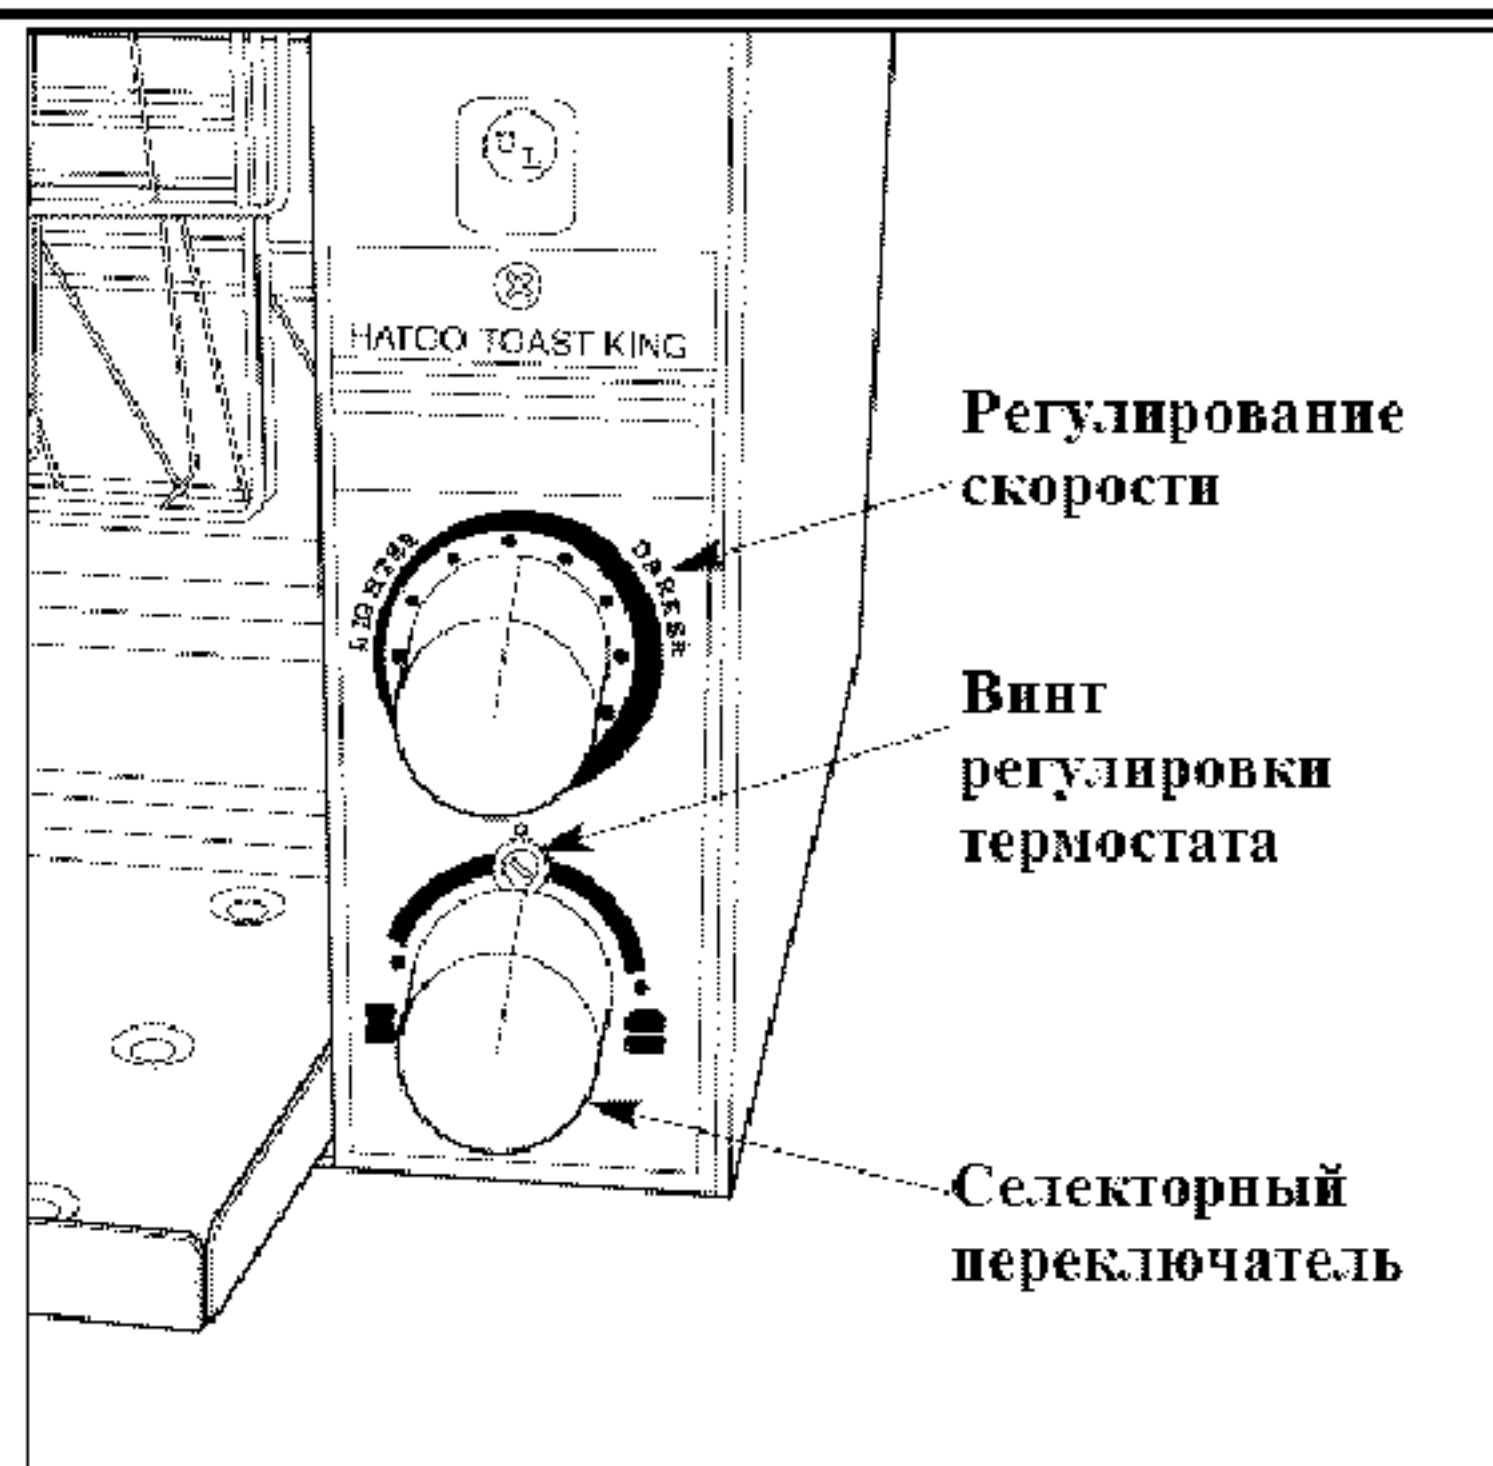

Рисунок 7. Панель управления
2. Повернуть селекторные переключатель, расположенный на передней панели управления. Доступны режимы «Тосты» и «Булочки». См. Рис. 7.
С помощью отвертки повернуть регулировочный винт (Рис. 7) по часовой стрелке для повышения температуры и, наоборот, против часовой стрелки для понижения.